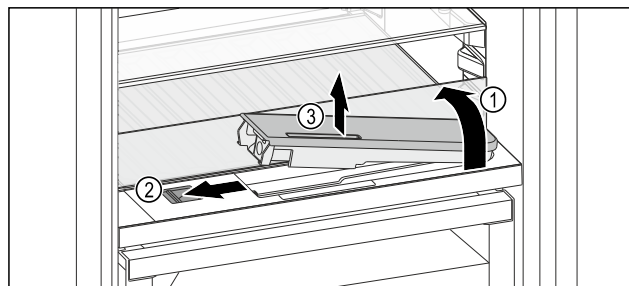

Fig. 230
- Sollevare il ripiano di vetro e ribaltarlo all'indietro fino all'arresto Fig. 230 (1).
- Spostare il cursore Fig. 230 (2) a sinistra.
- Rimuovere il serbatoio dell'acqua Fig. 230 (3).